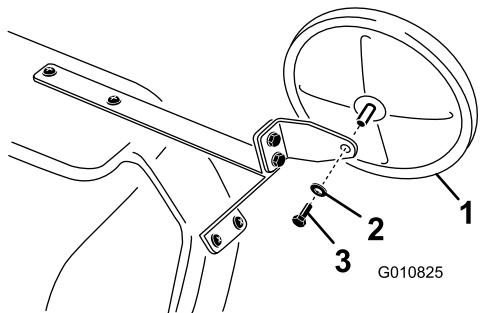

図 9
11. キット付属のねじとワッシャでマウントにミラーを固定する図 9。